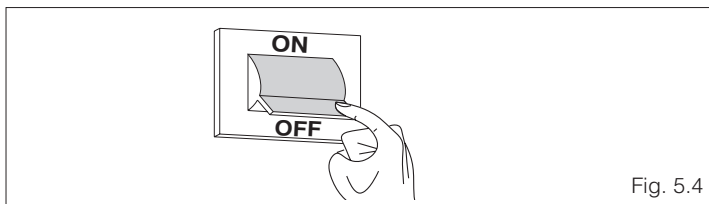

Fig. 5.4
- posizionare l'interruttore generale dell'impianto su "spento" (fig. 5.4)
- chiudere i rubinetti del combustibile e dell'acqua dell'impianto idrico (fig. 5.4).